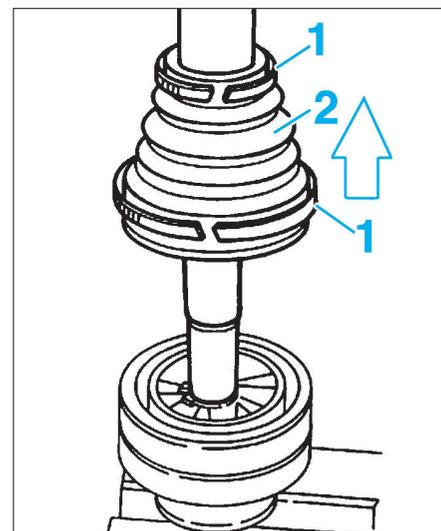

FIG. 6
- Déposer les colliers (1) de fixation du soufflet (Fig.6).